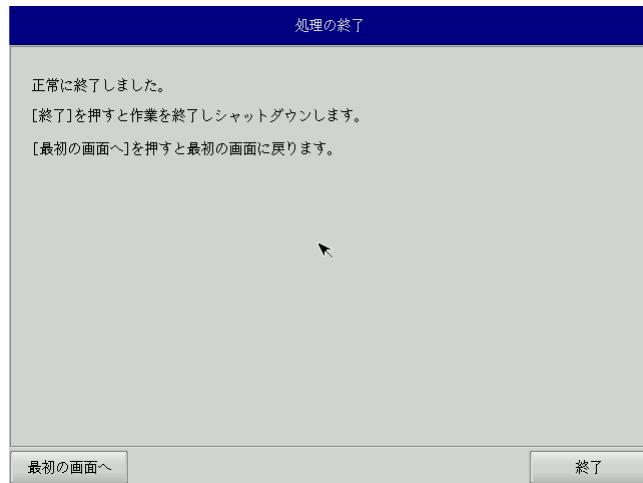

図5-2-8. 終了画面
- ⑬ 終了画面（図5-2-8）が表示されるとバックアップファイルの書き込みは完了です。[終了]ボタンを押して電源を落とし、リカバリUSBメモリ、保存メディアを外します。